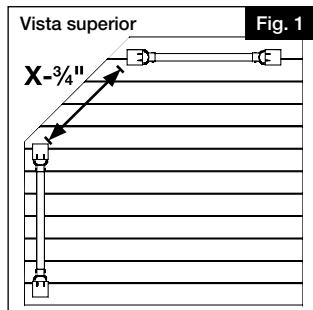

Fig. 1
1. Mida la distancia entre el poste desde las esquinas interiores (Fig. 1) que utilizará el adaptador premoldeado y el siguiente poste. Reste  $\frac{3}{4}$ " de esa distancia y esa será la longitud que necesitará para cortar sus travesaños superior e inferior (Fig. 1).
Fije temporalmente un tablón de 5/4" (3,18 cm) a la huella del peldaño para determinar el espacio entre la saliente de los peldaños y el travesaño inferior (Fig. 1).